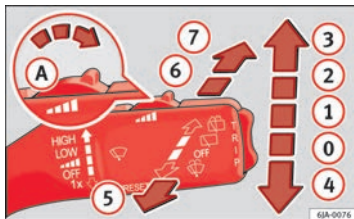

Abb. 65 Scheibenwischerhebel
- Möchten Sie die Frontscheibe **nur kurz** wischen, drücken Sie den Hebel nach unten in die Position **4** ⇒ Abb. 65.
- Bewegen Sie den Hebel nach oben in die Position **1** ⇒ Abb. 65.
- Bewegen Sie den Hebel nach oben in die Position **2** ⇒ Abb. 65.
- Bewegen Sie den Hebel nach oben in die Position **3** ⇒ Abb. 65.
- Ziehen Sie den Hebel zum Lenkrad, Position **5** ⇒ Abb. 65, um die Scheibenwisch- und Waschanlage einzuschalten.
- Drücken Sie den Hebel vom Lenkrad weg in die Position **6** ⇒ Abb. 65, der Scheibenwischer wischt alle 6 Sekunden.
- Drücken Sie den Hebel vom Lenkrad ganz nach vorn in die Position **7** ⇒ Abb. 65, die Waschanlage und der Scheibenwischer funktionieren gleichzeitig.
- Bewegen Sie den Hebel in die Position **0** ⇒ Abb. 65. ■
Wenn das Ablend- oder Fernlicht eingeschaltet ist und der Hebel in der Position **5** ⇒ Abb. 65 gehalten wird, werden kurz die Scheinwerfer gereinigt. Die Scheinwerferwaschanlage wird außerdem nach jedem zehnten Bespritzen der Frontscheibe betätigt.
- Drücken Sie den Scheibenwischerhebel in die Position ④ ⇒ Abb. 65 ⇒ Seite 109 – die Wischerarme fahren in die Servicestellung.
- Schalten Sie die Zündung ein und drücken Sie den Scheibenwischerhebel in die Position ④ ⇒ Abb. 65 ⇒ Seite 109 – die Wischerarme kehren zurück in die Ruhestellung.